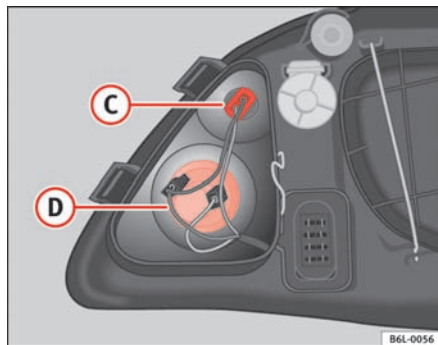

Fig. 150 Positionsllys
- Træk i kablerne for at tage fatningen ud af holderen ③ ⇒ fig. 150.